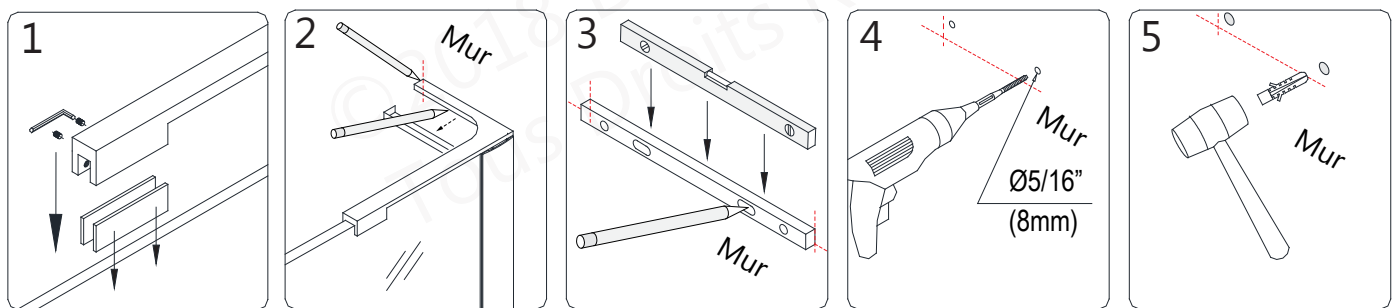

Fig 11
11. Positionnez le **L-Bar™ (N° 4.3)** sur le panneau vitré comme l'illustre la **Fig. 11.1**. Assurez-vous que les joints statiques sont en place pour protéger la vitre. Mettez au niveau et marquez la position au mur. Retirez le capot décoratif (N° 4.4) et le **support mural (N° 4.6) du L-Bar™**. Positionnez le **support mural (N° 4.6)** sur les repères au mur et ajustez le niveau. Marquez les trous à percer à travers les perforations les **plus larges et inutilisées (Fig. 11.3)**. Percez deux trous de 5/16 po Ø (8 mm) et insérez les **ancrages muraux de 5/16 po Ø (8 mm) (N° 4.5)**. **Fig. 11**